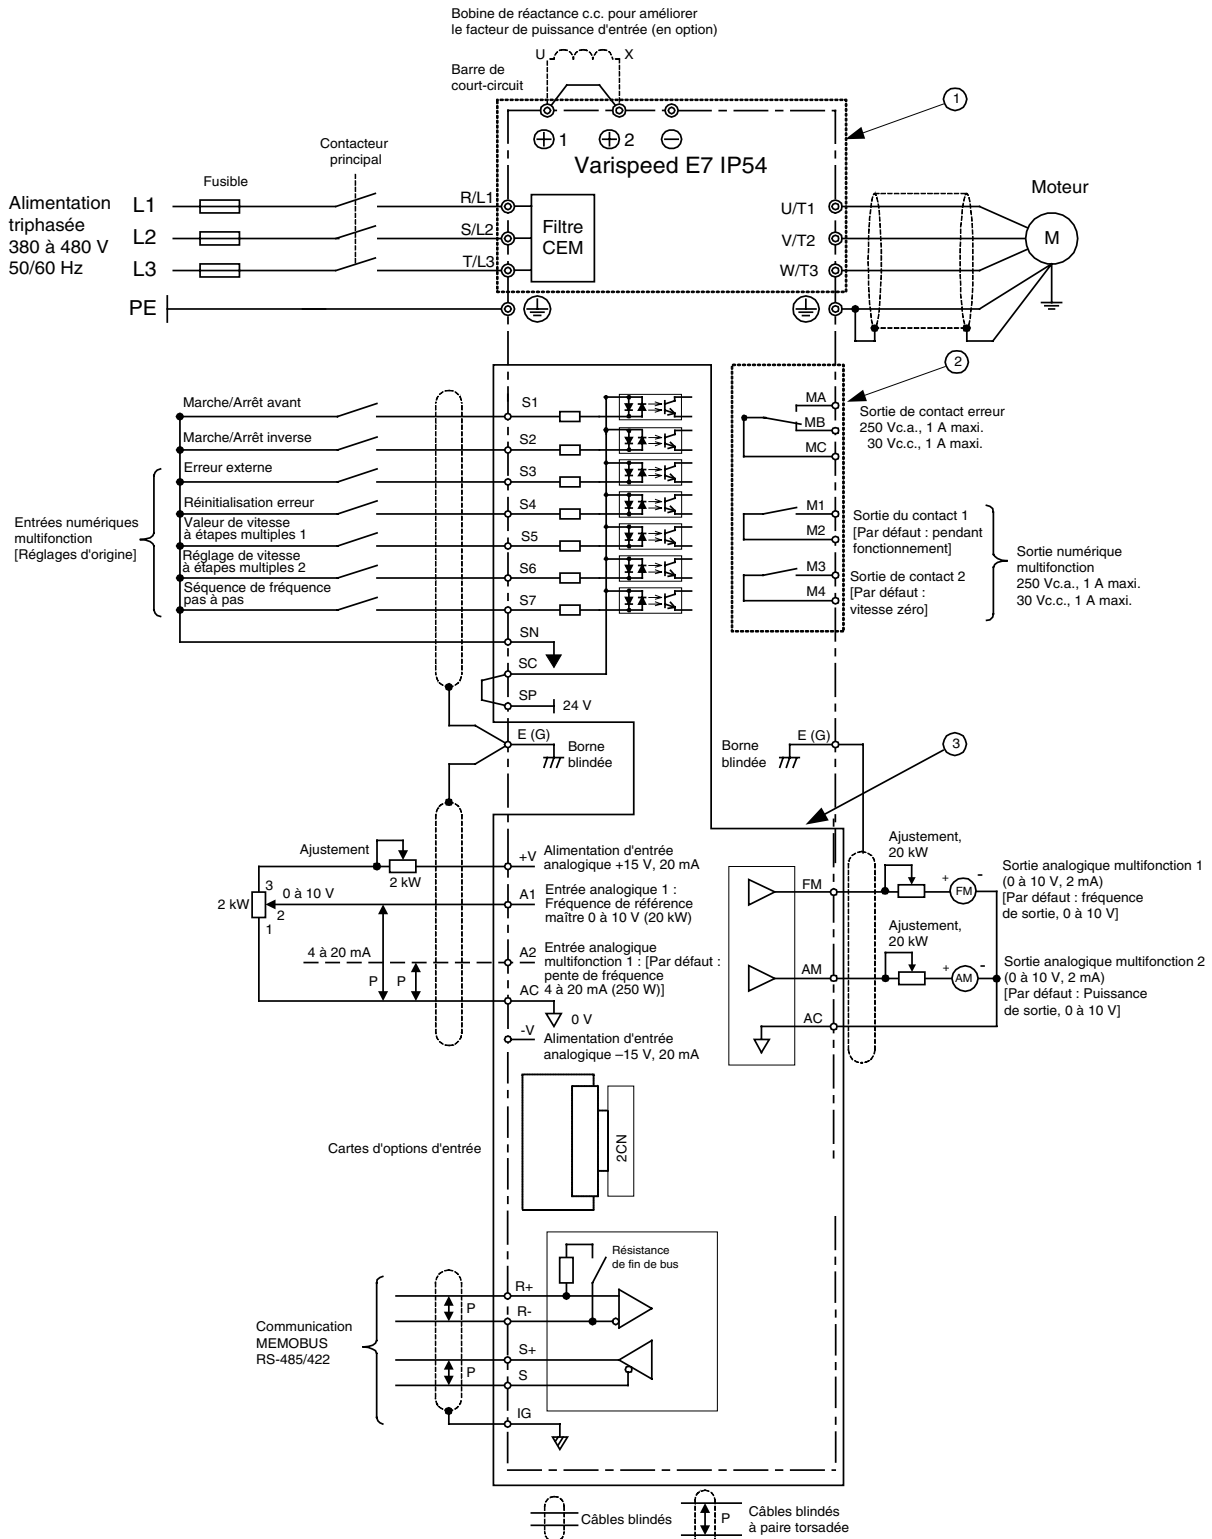

Fig. 2 Schéma de câblage
1. Dans la Fig. 2, le câblage des entrées numériques S1 à S7 et BB est illustré pour le raccordement des contacts ou des transistors NPN (0 V commun et mode NPN). Il correspond au réglage par défaut. Se reporter au Tableau 3 pour les raccordements des transistors PNP ou en cas d'utilisation d'une alimentation externe de 24 V.